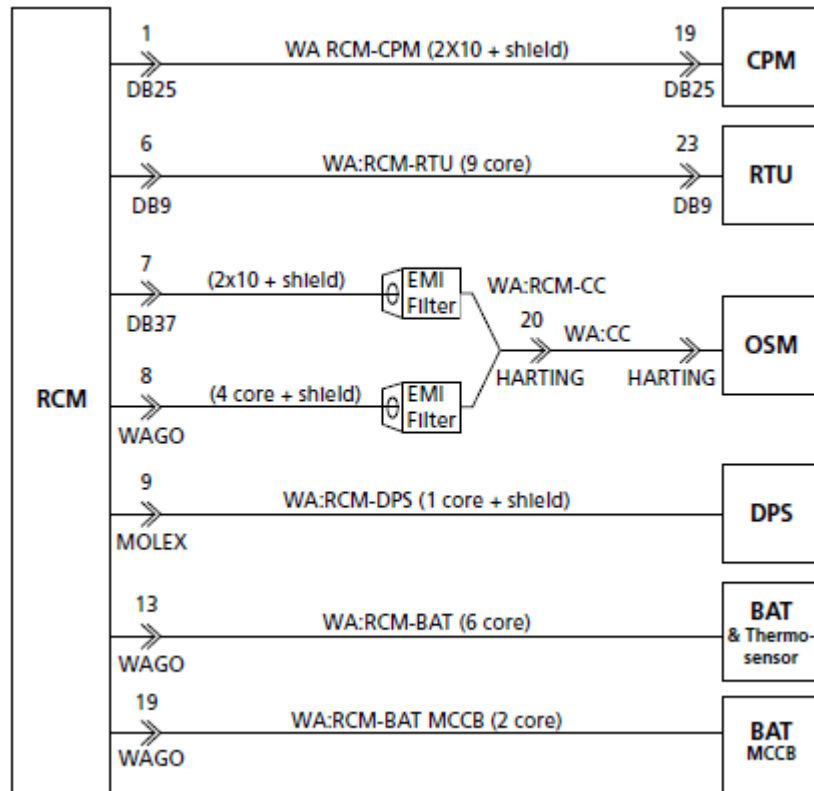

Figura 89
- 3) Conectar el cable al RCM según el diagrama de cableado (Figura 89).